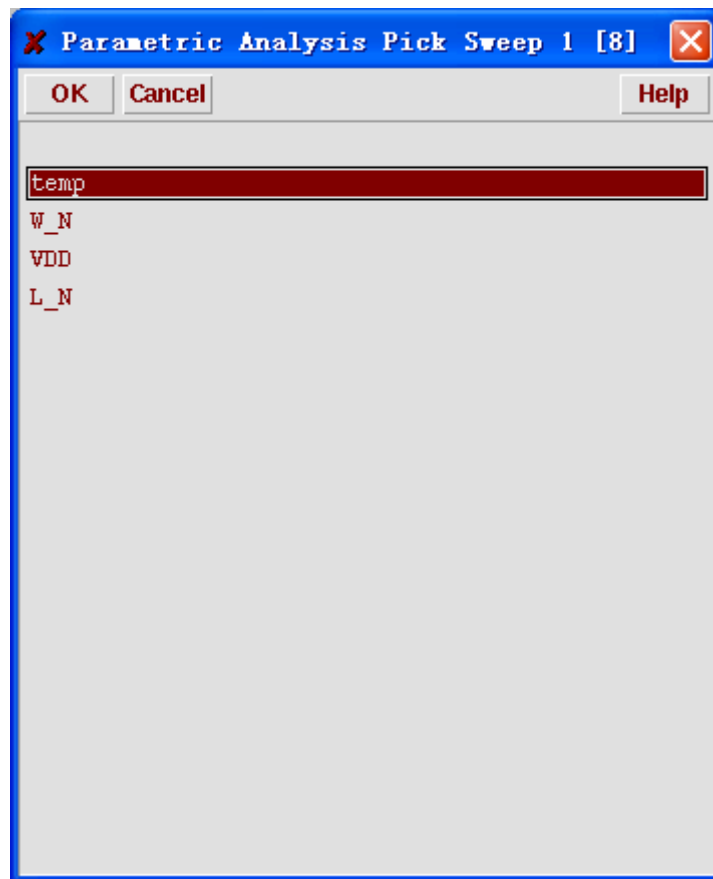
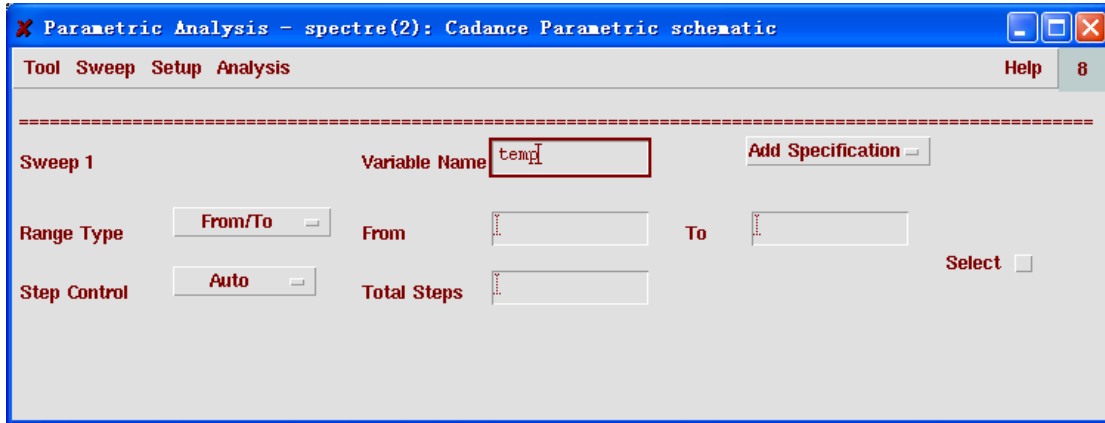

图 9.9 选择“temp”温度为扫描变量
图 9.8 对扫描变量“temp”的设置
2. 在新的弹出窗口里面选择“temp”作为该扫描的变量，并点击“OK”，如图 9.9 所示。这样得到图 9.8。